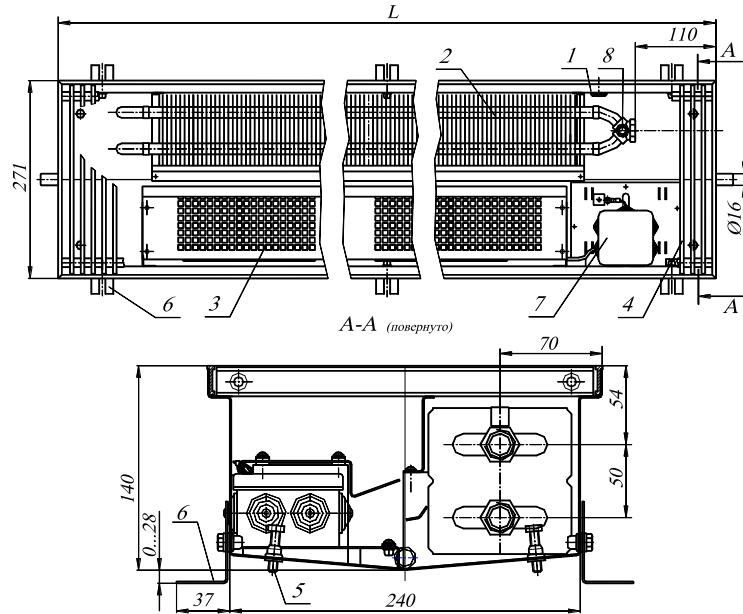

Рис.1 Конвектор KVOK12 27.14.060...300-К-ИІ
4.1. Конвекторы имеют (см. рис.1, 3):
4.2 Размеры изделий представлены на Рис.1, 2, 3, 4 и в таблице 1, 2.